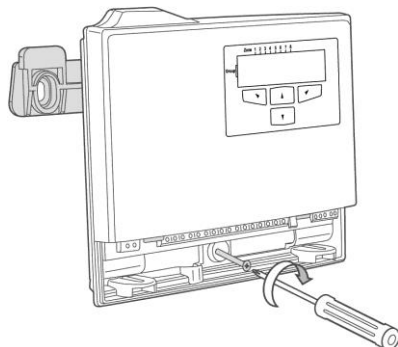

Рисунок 3: закрепите устройство с помощью метизов из комплекта.
6. Закрепите устройство на кронштейн и закрепите его с помощью метизов из комплекта. (рис. 3)